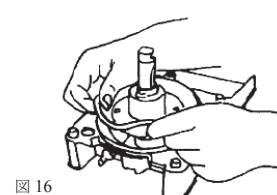

図16
- 1) ポンプダイアフラムの穴にポンプフレーム上のニップルをはめてください。そしてポンプダイアフラムの淵をポンプチャンバの周りにしっかりと掛けてください (図16)。